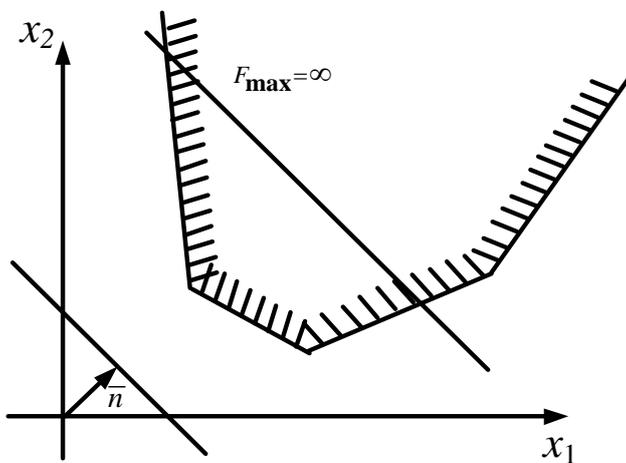

Рисунок 11 – Бесконечное множество решений (c)
- бесконечное множество решений ( $c$ ) (рисунок 11),